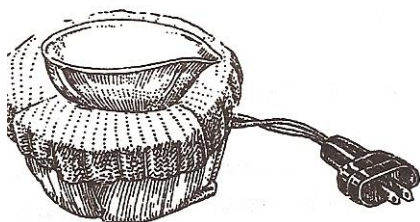

Figura 8.1
- 1.3 Colocar la cápsula sobre la manta (ver figura 8.1) y calentar a baja temperatura la mezcla, hasta que se disuelva; se aumenta la temperatura hasta que se observe la formación de un sólido. Se trata del polímero conocido como bakelita.